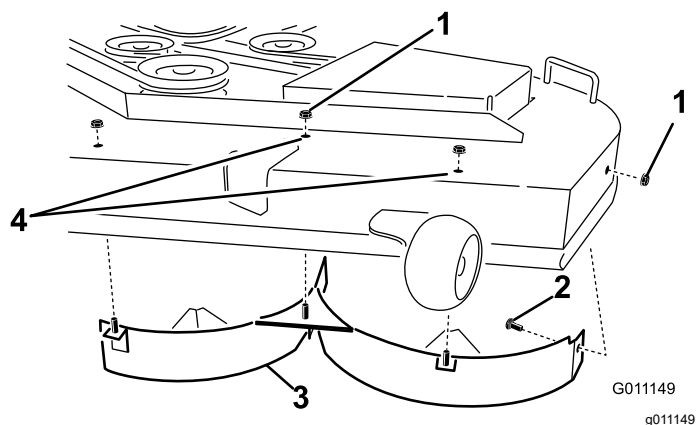

Figura 13
4. Retire las 2 contratuercas (5/16") de las clavijas soldadas del deflector izquierdo, en la parte superior de la carcasa del cortacésped, en las posiciones centro y centro izquierda (Figura 13).
6. Retire el deflector izquierdo de la carcasa del cortacésped según se muestra en Figura 13.